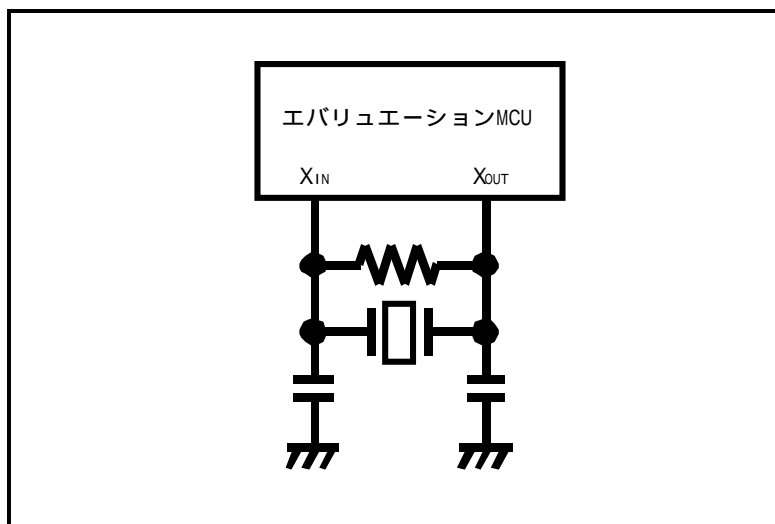

図 3.5 エミュレータでは発振しない回路(X_{CIN} - X_{COUT} も同様)
- 図 3.5に示す、 X_{IN} 端子、 X_{OUT} 端子間に共振子を接続した発振回路では、エミュレーション MCU とターゲットシステムとの間にフレキシブルケーブル、ピッチ変換基板などがあるため、発振しませんのでご注意ください。サブクロック発振回路(X_{CIN} , X_{COUT})についても同様です。